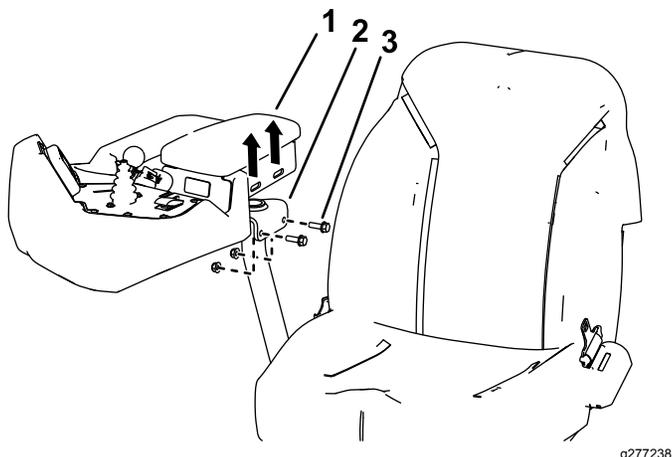

Figura 2
2. Togliete i 2 bulloni flangiati e i dadi che fissano il bracciolo al sedile (Figura 2). Conservate i dispositivi di fissaggio.